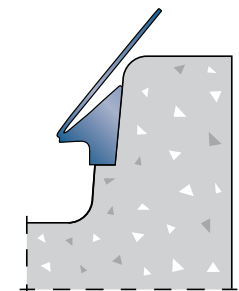

Bild 4
c.) Wenn eine Korrektur notwendig ist, den Gleitmantel der Dichtung in die Ursprungsposition zurück ziehen (Bild 4).